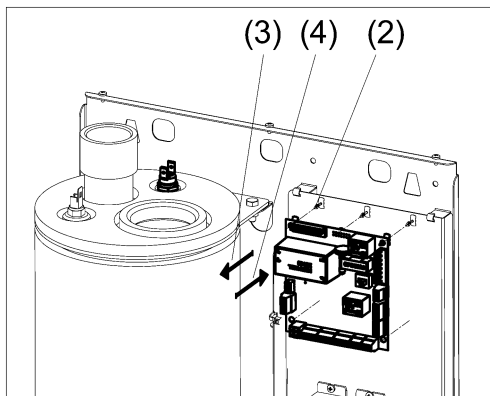

Рисунок 15. Замена платы контроллера
- (1) Отсоедините все провода от колодки, которую требуется заменить (см. рис. 15);
- (2) Нажмите плоской отвёрткой на “язычок” колодки;
- (3) Чуть поверните колодку в сторону;
- (4) Снимите колодку с DIN-рейки;
- (5) Установите новую колодку на DIN-рейку взамен прежней;
- (6) Подсоедините к новой колодке отсоединённые провода.